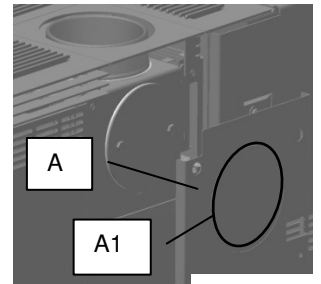

Abb. 1
Sollten Sie den Rauchrohranschluss von hinten wünschen, muss die Geräterückwand (A) durch Entfernen der 4 Innensechskantschrauben entnommen werden. Das perforierte Blechsegment (A1) mit Hilfe eines Schraubenziehers an der Geräterückwand durch mehrmaliges Biegen herausbrechen (Abb.1). Anschließend die beiden Schrauben (Schlüsselweite 13) der Abdeckkrone an der Geräterückseite lösen und Abdeckkrone mit Dichtung entfernen.